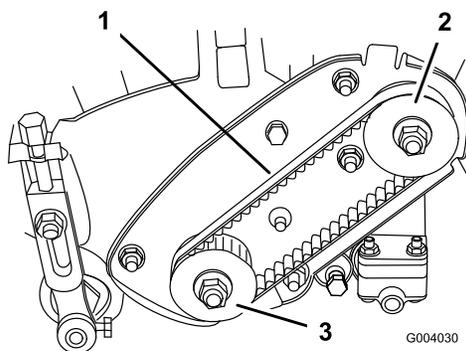

Figure 38
2. Contrôlez la tension de la courroie en exerçant une force de $1,8 \pm 0,5$ kg à mi-distance entre les poulies (Figure 38). La courroie doit présenter une flèche de 4,8 à 7,9 mm. Si ce n'est pas le cas, passez à l'étape suivante.